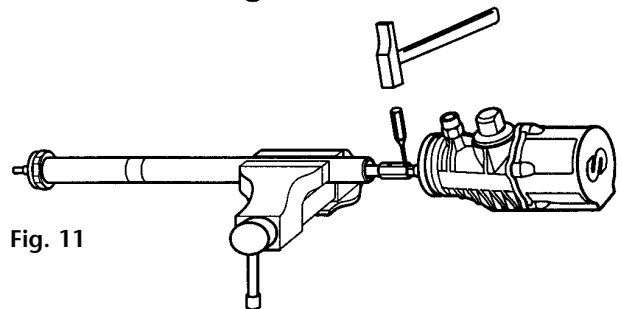

Fig. 11
5. Remove the pin (38) situated in the upper part of the union nut (37) (Fig. 11) and unscrew the air motor body (15) from the suction tube assembly.
5. Extraer el pasador (38) situado en la parte superior de la tuerca de conexión (37) (Fig. 11) y desenroscar el cuerpo (15) del tubo de aspiración (47).
5. Sortir la goupille (38) située au niveau de la partie supérieure de l'écrou prolongateur (37) (voir Fig. 11) et séparer le corps (15) du tube d'aspiration (47).